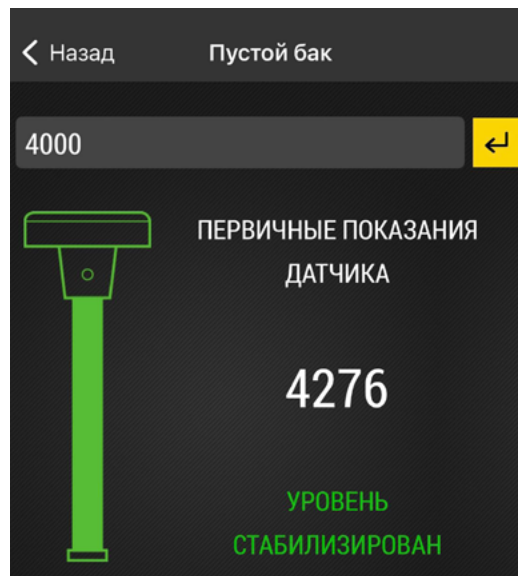

Рис.14. Стабильные показания уровня.
- Дождитесь стабилизации уровня – появится сообщение «Уровень стабилизирован», окрашенный в зеленый цвет (**Рис.14**).